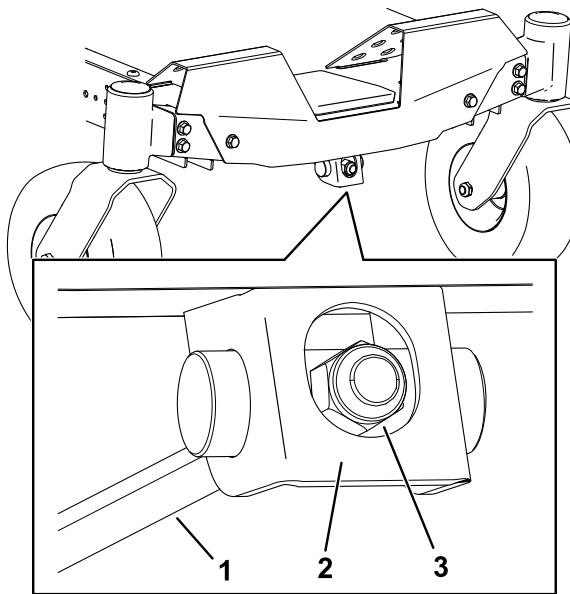

Рисунок 68
- Поверните регулировочную гайку в передней части газонокосилки (Рисунок 68).